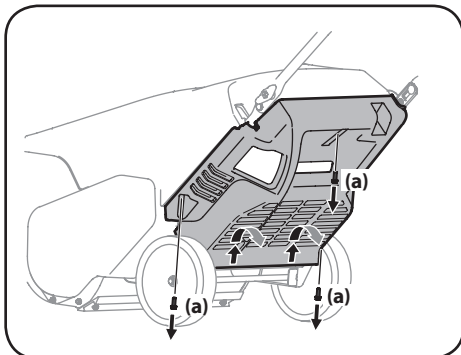

Figure 4-1
2. Retirez les trois vis (a) qui retiennent le panneau inférieur. Pour enlever le panneau inférieur, soulevez le panneau de façon à ce que les pattes au bas du panneau sortent des encoches, puis tirez sur le panneau. Voir Figure 4-1.